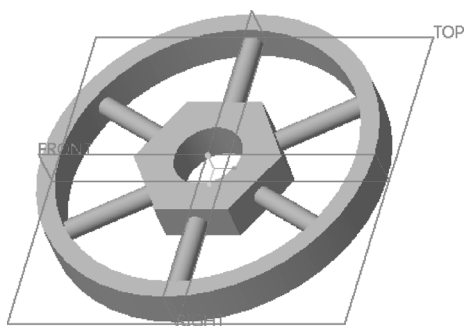

图 5-202 上机练习题
- (5) Creo Parametric 阵列类型包括哪些？它们分别具有哪些应用特点？
- (6) 投影曲线的方法有几种？
- (7) 如何通过指定曲面边界创建可变距离延伸特征？可以举例进行说明。
- (8) 简述在曲面与其他曲面或基准平面相交处创建曲线的操作步骤。
- (9) 什么是填充特征？创建填充特征的方式主要分哪两种？
- (10) 思考：使用偏移工具可以进行哪些具体的操作？
- (11) 创建加厚特征要求执行的操作主要包括哪些？
- (12) 实体化特征类型可以分为哪几种？分别具有什么样的应用特点？
- (13) 使用移除工具可以进行哪些具体的操作？
- (14) 什么是包络基准曲线？简述创建包络基准曲线的典型步骤。
- (15) 上机练习：创建图 5-202 所示的实体模型，具体尺寸自定。